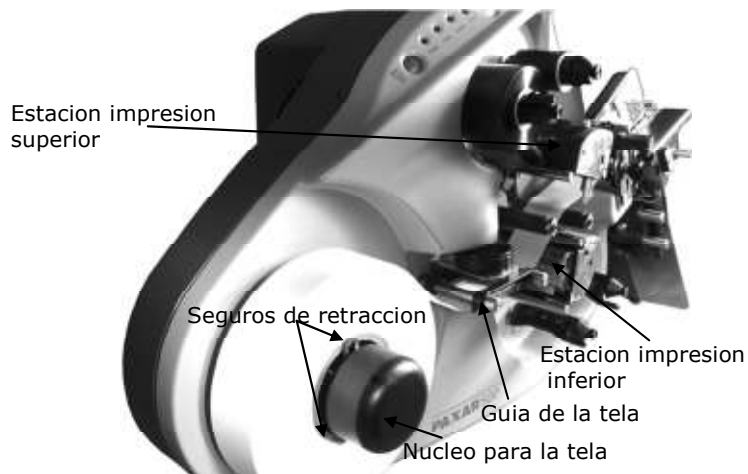

Figura 9. Suministro de tela a través de las estaciones de impresión.
4. Deslice el rollo de suministro en el soporte del material (ver figura 9).